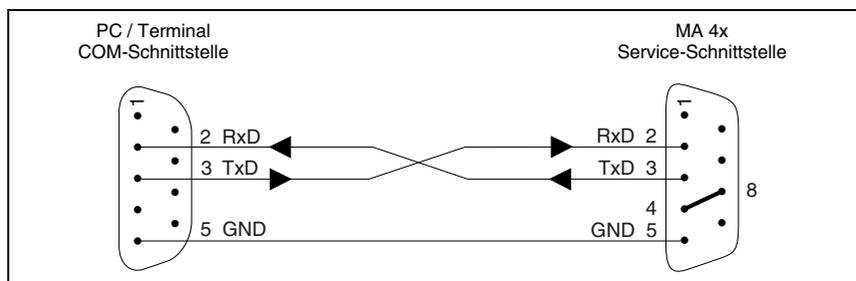

Bild 8.1: Bootkabel für MA 4x DP-k
- Unter dem Pull-Down-Menü **Online** → **System** → **Urstart** erscheint ein Hinweis "Das System wird zurückgesetzt ...", der nach dem Lesen mit Enter bestätigt werden kann. Die Taste Esc bricht den Vorgang ab. Nach dem Bestätigen erscheint auf dem Bildschirm die Meldung "Warte auf Rückmeldung vom Gerät" (siehe Bild 8.1 auf Seite 74).